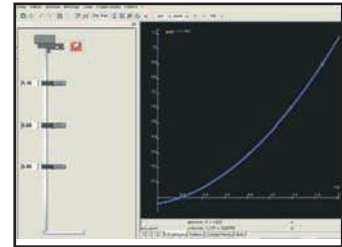

Fig .12
Mesurons à l'aide d'un capteur à cellules photoélectriques la vitesse d'un corps (C) à l'altitude Zéro après une chute libre sans vitesse initiale d'une hauteur réglable h (Fig.12).